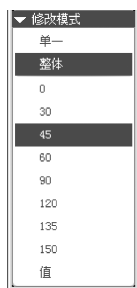
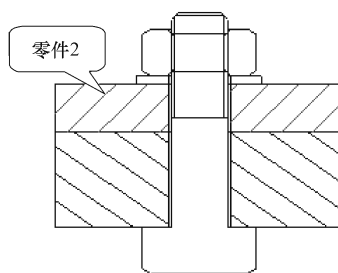

图 10-175 修改角度
图 10-176 零件 2 的剖面线
(12) 在【修改剖面线】菜单中选择【下一个】选项，零件 2 的剖面线呈加亮显示，选择【角度】选项，出现【修改模式】菜单，如图 10-175 所示，选择【整体】|【45】选项，零件 2 的剖面线变为左斜 45°，如图 10-176 所示。